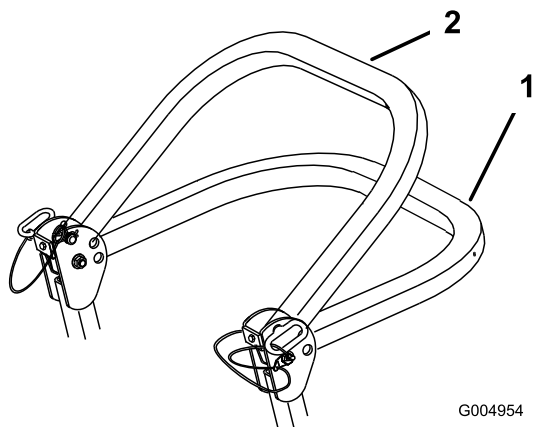

Bild 10
2. Senken Sie den Überrollbügel ab (Bild 10).
Hinweis: Es gibt zwei abgesenkte Stellungen, siehe Bild 10.